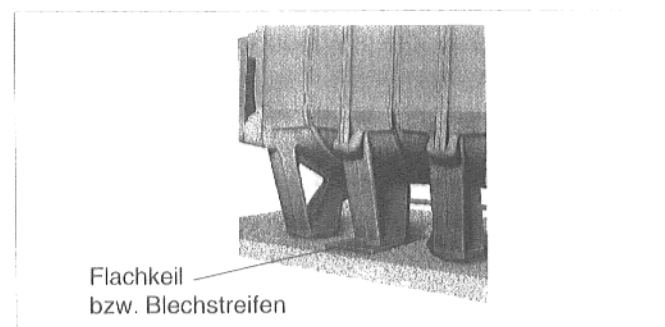

Abb. 14
- **Kesselblock senkrecht und waagrecht ausrichten,** Sitz der Gliedfüße auf dem Fundament durch Unterschieben von Pappe kontrollieren, unter frei hängende Gliedfüße ggf. Blechstreifen oder Flachkeile unterlegen (Abb. 14).